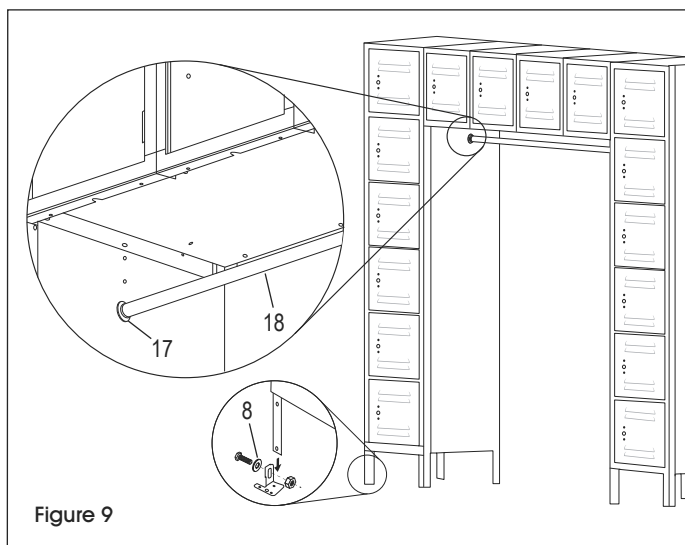

Figure 9
2. Fixez un support de la tringle à penderie au panneau latéral de casier à 6 rangées à l'aide des écrous, des boulons et des rondelles inclus avec les supports. Les écrous doivent se trouver à l'intérieur du casier à 6 rangées. (Voir Figure 9)
3. Insérez la tringle (18) dans le support (17) en ajustant les vis au besoin avec la clé Allen. Placez le second support sur l'extrémité de la tringle. Fixez-le ensuite à l'autre unité à 6 rangées. (Voir Figure 9)